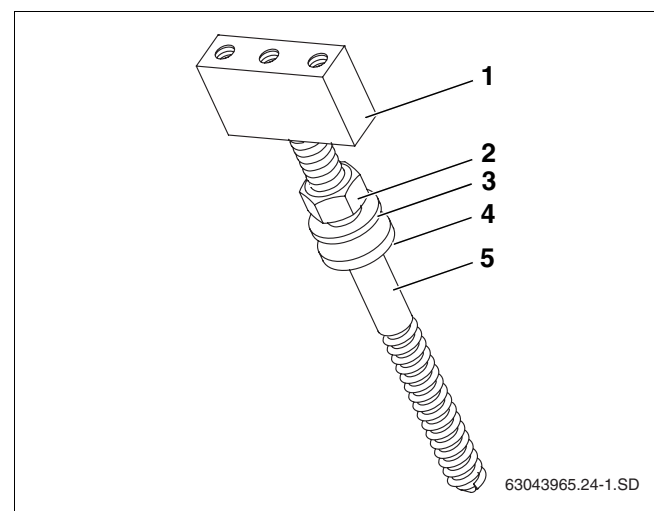

Рис. 23 Порядок сборки шпильки
- При монтаже шпилек соблюдайте последовательность сборки (рис. 23).
- Закрутить до упора бобышку (рис. 23, поз. 1) на шпильке (рис. 23, поз. 5).